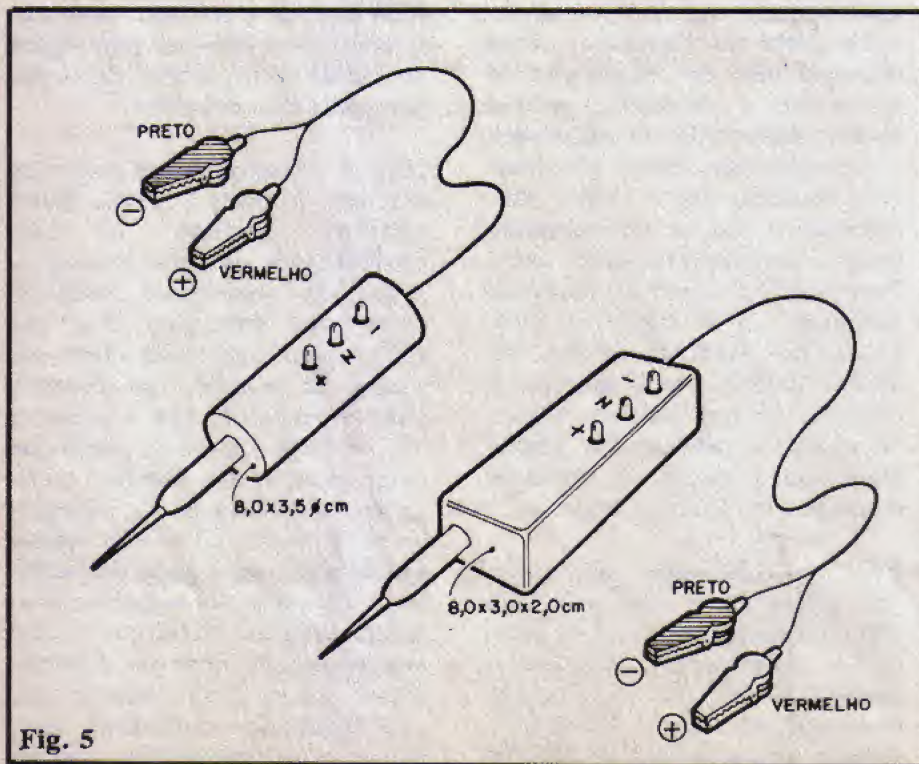

Fig. 5
- FIG. 5 - Acomodação final do circuito, em duas sugestões práticas... Tanto um **container** tubular medindo desde 8,0 x 3,5 cm, até uma caixinha retangular (desde 8,0 x 3,0 x 2,0 cm.) poderão ser utilizados, resultando um MUTED "elegante" e funcional. Observar, em qualquer das sugestões, o posicionamento "confortável" (para efeito de visualização durante o uso) dos 3 LEDs, bem como a sua marcação (que até pode ser desprezada, já que o "código de cores" é também bastante claro...). Notar ainda que a